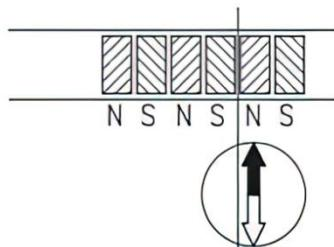

图 5-1：极位的确定，切割磁条
- 3：如果有必要，使用罗盘针确定磁条上磁极的位置(见图 5-1)；